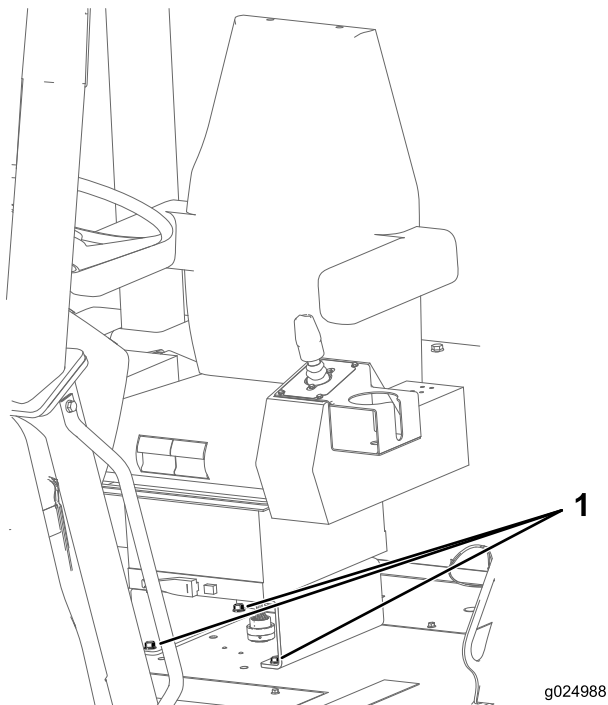

Bild 118
1. Prüfen Sie, ob die Schrauben, mit denen der Sitz am Chassis der Maschine befestigt ist, mit 27-34 Nm angezogen sind, siehe Bild 118.